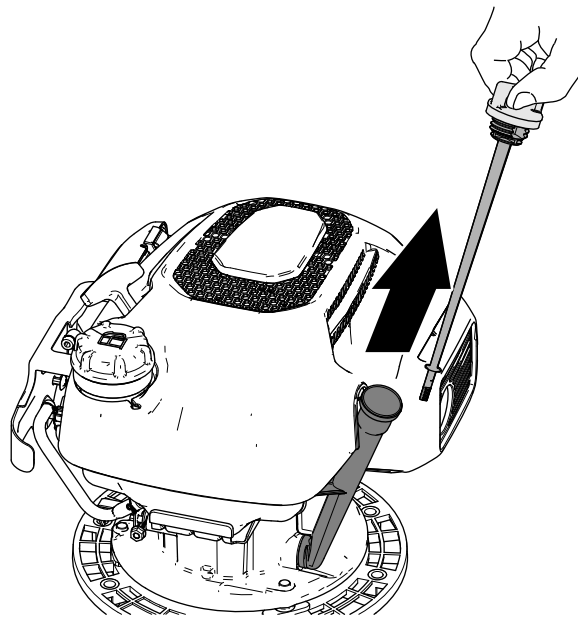

Bild 14
5. Befestigen Sie das Anschlussstück des Kabelzugs am oberen Holm (Bild 14) mit der Schraube ($\frac{1}{4}$ " x $1\frac{3}{4}$ ") und der Sicherungsmutter ($\frac{1}{4}$ ").
2. Entfernen Sie den Peilstab aus dem Öleinfüllstutzen und wischen Sie ihn mit einem sauberen Lappen ab (Bild 14).